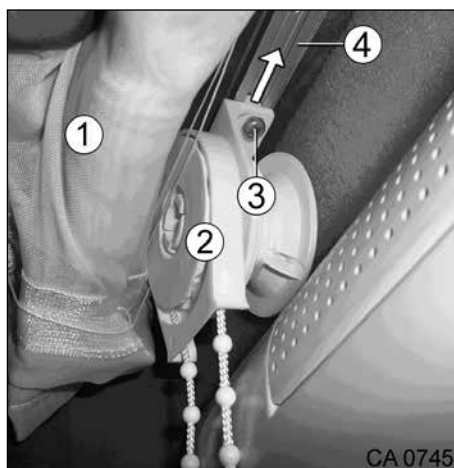

Fig. 143 Voilage
1. Soulever le voilage (Fig. 143, pos. 1).
2. Desserrer la vis de fixation (Fig. 143, pos. 3) de la poulie de renvoi (Fig. 143, pos. 2).
3. Guider la poulie de renvoi (Fig. 143, pos. 2) hors du rail (Fig. 143, pos. 4).
4. Détacher la fermeture velcro du voilage (Fig. 143, pos. 1).
5. Amener le rideau (Fig. 143, pos. 1) ensemble avec la poulie de renvoi (Fig. 143, pos. 2) au nettoyage à sec.